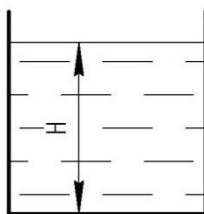

Рис. 1.
3. Определить величину и точку приложения силы гидростатического давления на плоскую боковую стенку, если глубина воды $H = 2 \text{ м}$, а ширина стенки $b = 3 \text{ м}$. Построить эпюру избыточного гидростатического давления (рис. 1).